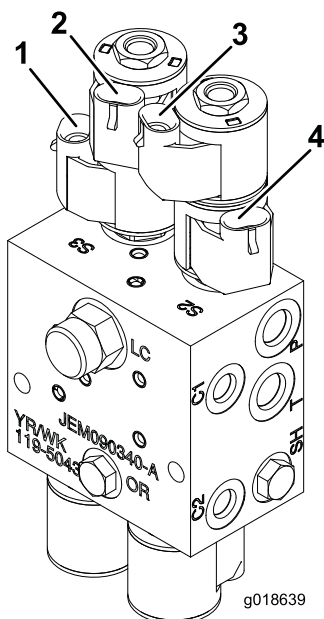

Figura 19
8. Collegate i connettori di sollevamento e abbassamento del braccio sinistro sul cablaggio cavi alle valvole solenoidi sul blocco idraulico (Figura 19).